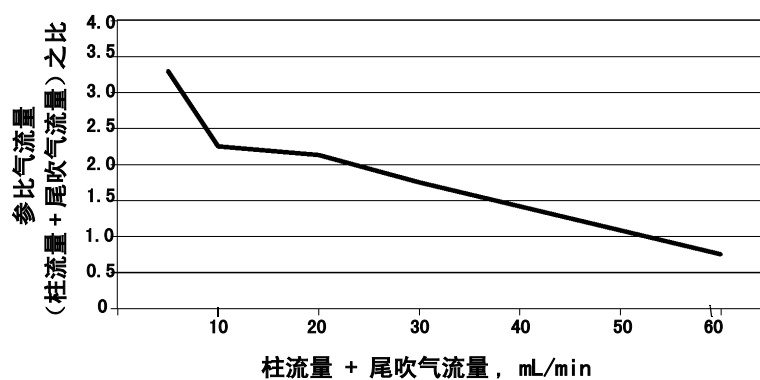

图 26 选择参比气流量
**参比气流量** 无论是毛细管柱还是填充柱都使用图 26 来选择参比气流量。图中在  $\pm 0.25$  范围内的任何比例都是适合的。